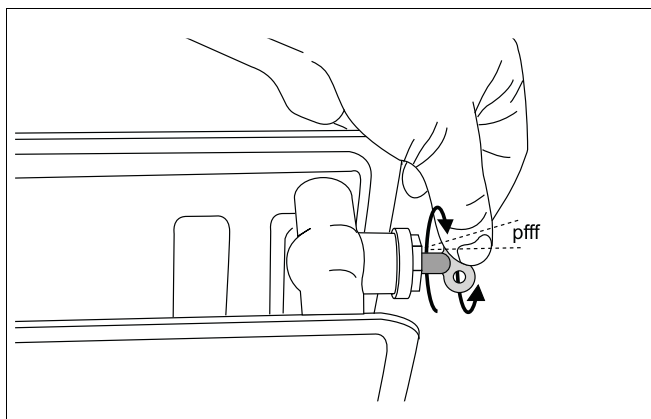

Рис. 69 Удаление воздуха из установки
- Удалить воздух из отопительной установки через вентили на отопительных приборах. При этом следует начинать с нижнего этажа здания и затем продолжать этажом выше (рис. 69).